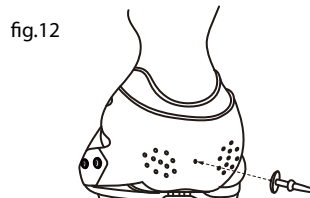

fig.12
2. Emplea el agujero en la parte trasera de la talonera para anclar el pivote de goma que sujeta el calcetín. Fig. 12
2. Use the hole in the back of the gaiter to anchor the rubber pivot that holds the sock Fig 12